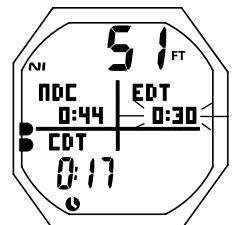

Fig. 139 - ALARMA DE EDT
Cuando está activada (ON), la alarma de EDT (tiempo de inmersión transcurrido) suena cada 30 segundos durante una inmersión. La alarma sonará durante un período en el cual los dígitos del EDT parpadearán en la pantalla principal (Fig. 139).